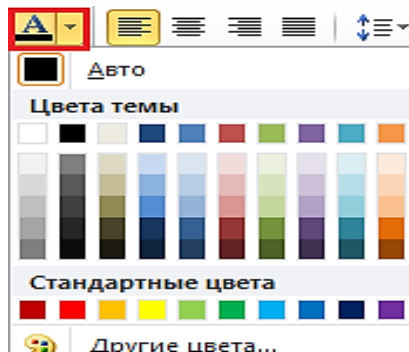

Рис. 42. Выбор цвета шрифта
2. Щелкнуть по стрелке кнопки **Цвет текста** группы **Шрифт** вкладки **Главная** или мини-панели инструментов и выбрать требуемый цвет *шрифта* (рис. 42). При наведении указателя мыши на выбираемый цвет срабатывает функция динамического просмотра, и *фрагмент* текста отобразится указанным цветом *шрифта*.